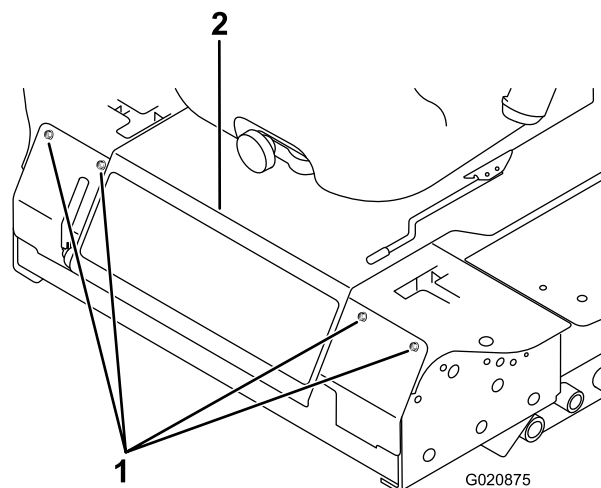

Рисунок 44
2. Снимите болты крепления передней панели и снимите переднюю панель (Рисунок 44).